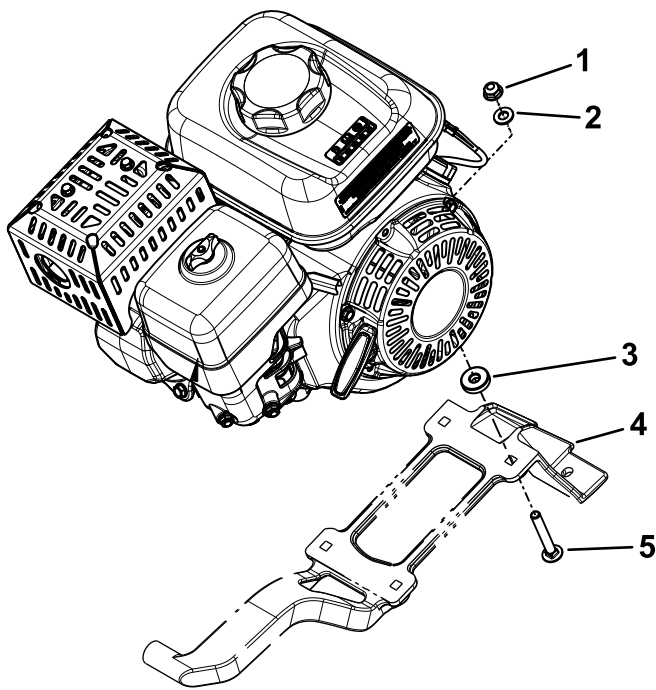

Bild 2
1. Befestigen Sie den Motor mit vier Schrauben, vier Scheiben und vier Muttern an den Gitterstützen (Bild 2).